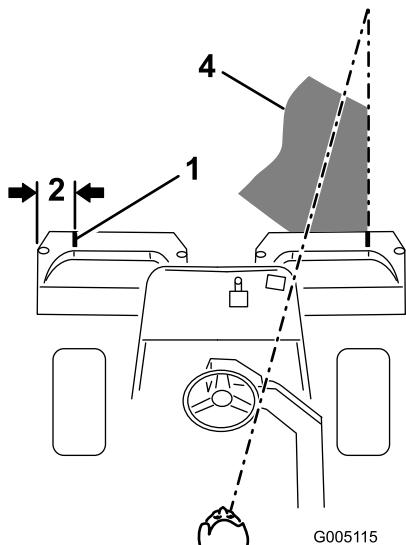
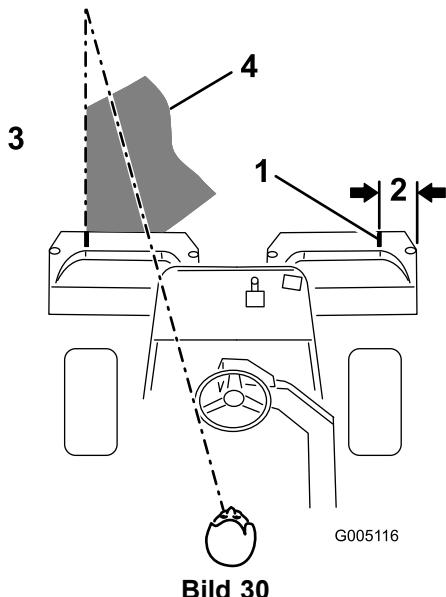

Bild 29
Bild 30
2. Bringen Sie einen Streifen weißes Isolierbands an jedem Korb an, oder zeichnen Sie eine Linie. Das Isolierband bzw. die Linie sollten parallel mit der äußeren Kante jedes Korbs verlaufen (Bild 29).
3. Wenn Sie zurückfahren, sollte der neue Mähgang den ersten ein klein wenig überlappen. Damit Sie in einer möglichst geraden Linie über die Grünfläche fahren können und einen gleichmäßigen Abstand zum zuvor gemähten Rasenstück einhalten können, sollten Sie sich eine imaginäre Sichtlinie ungefähr 1,8 bis 3 m vor der Maschine bis zum Rand des noch ungemähten Teils der Grünfläche vorstellen (Bild 29 und Bild 30). Manche Leute finden es auch hilfreich, die äußere Kante des Lenkrads in die Sichtlinie mit einzubeziehen, d.h. sie halten das Lenkrad in einer Linie mit einem Punkt, der immer im gleichen Abstand von der Vorderseite der Maschine bleibt (Bild 29 und Bild 30).